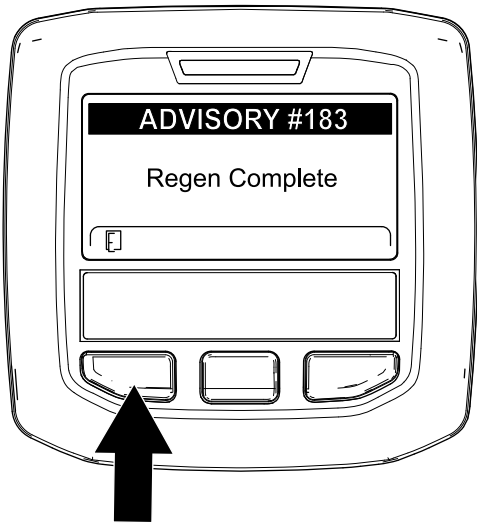

Figure 51
9. Quand le calculateur moteur achève une régénération en stationnement ou d'urgence, l'InfoCenter affiche ADVISORY #183 (avis n° 183) (Figure 51). Appuyez sur le bouton gauche pour quitter l'écran d'accueil.